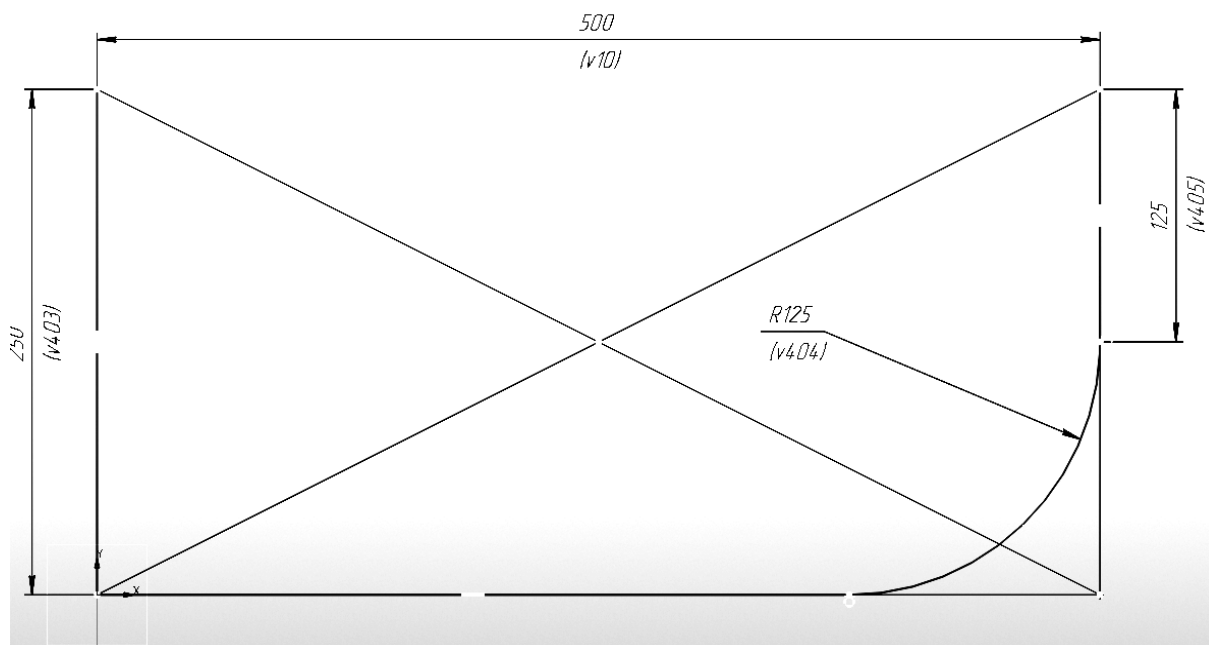

Рис. 9.2. Эскиз листового тела
1. Создайте новый документ **Листовая деталь**. Установите ориентацию **Изометрия**. Постройте эскиз в плоскости ZX в соответствии с рис. 9.2.